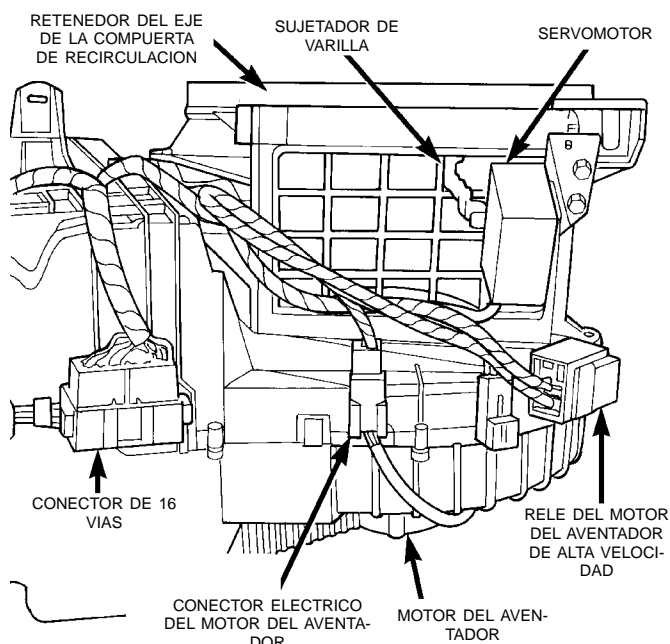

Fig. 49 Relé del motor del aventador de alta velocidad
- (1) Desconecte y aisle el cable negativo de la batería.
- (2) Localice el relé del motor del aventador cerca del extremo del lado exterior de la caja del calefactor y A/A debajo del tablero de instrumentos del lado del acompañante (Fig. 49).
- (3) Suelte del lateral de la caja del calefactor y A/A el conector del mazo de cables del relé del motor del aventador.
- (4) Desenchufe el relé del motor del aventador del conector.